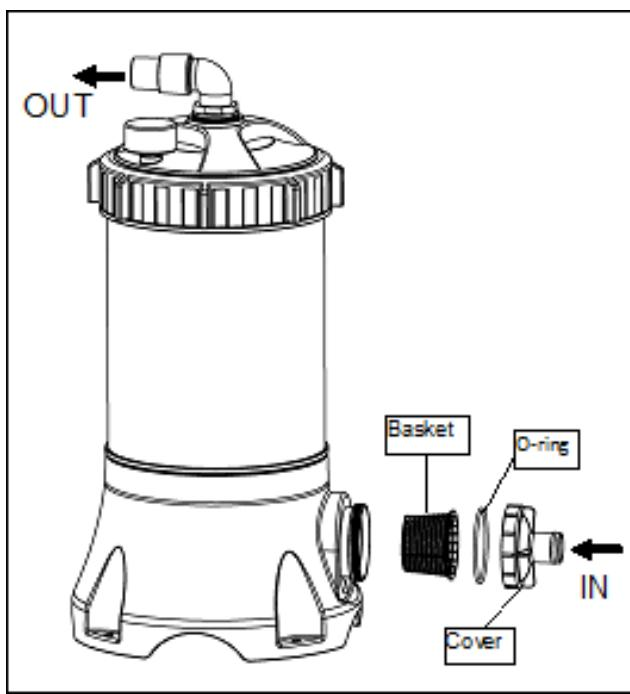

Bild 9 - Öppna förfiltret
9. Lösgör och rengör pumpens förfILTER (Bild 9/Basket)